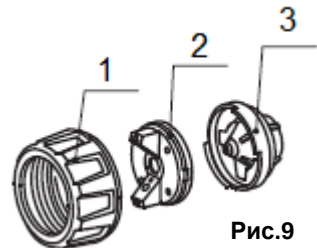

Рис.9
Очистка краскопульты (рис.9).
10. Отвинтите гайку сопла (1), поворотное (2) и неподвижное (3) сопла (Рис.9).